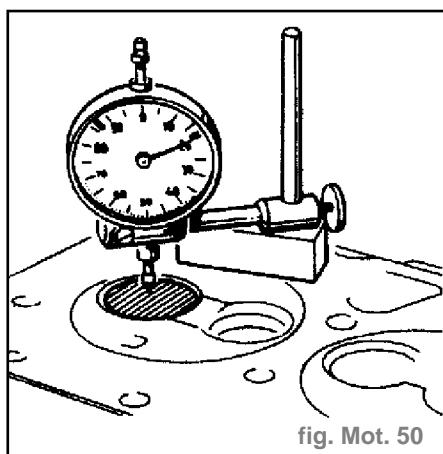

fig. Mot. 50
- Mesurer le retrait de la tête de souape par rapport au plan de joint de culasse (fig. Mot. 50).